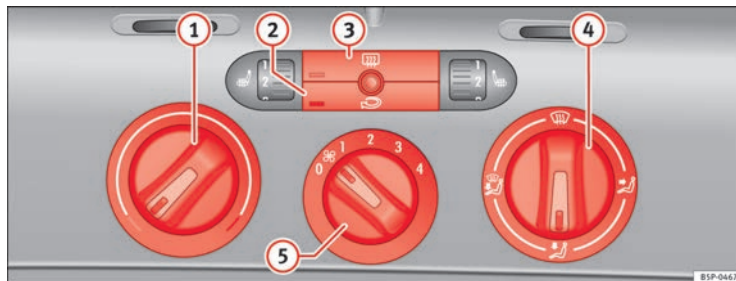

Fig. 126 Mandos de la calefacción en el tablero de instrumentos
- Con los reguladores ⇒ fig. 126 ① y ④ y con el mando ⑤ se regula la temperatura, la distribución del aire y la velocidad de la turbina.
- Pulse la tecla ② o ③ para activar o desactivar la función correspondiente. Cuando la función está activa, la ventana situada en la esquina inferior izquierda de la tecla se ilumina.